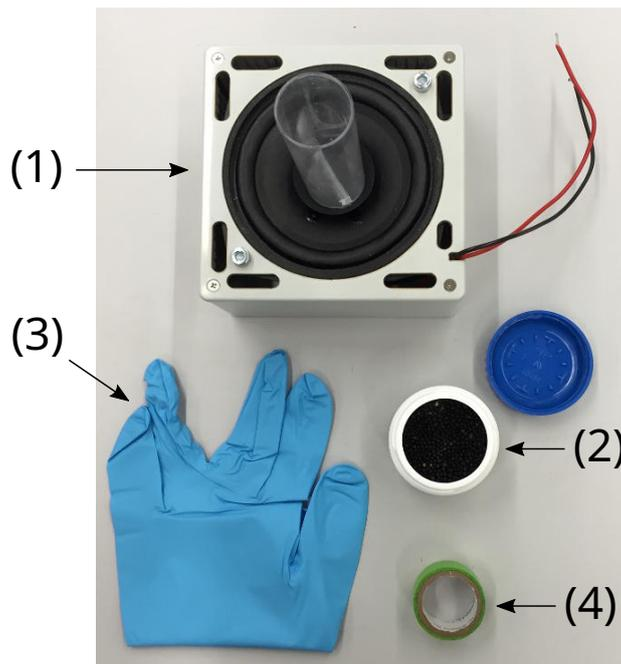

Figura 2: Strumentazione aggiuntiva per questo esperimento.
- L'ampiezza del segnale a dente di sega può essere regolata usando il corretto potenziometro etichettato come *ampiezza altoparlante* (4). Una tensione continua proporzionale all'ampiezza di segnale viene emessa sulla presa *ampiezza altoparlante* (6) (rispetto alla presa GND (7)). I numeri si riferiscono alla fotografia (figura 2) indicata nelle istruzioni di carattere generale.